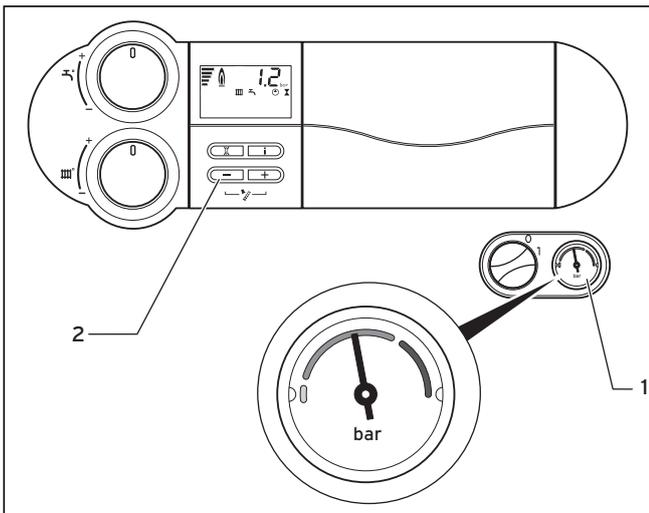

Abb. 6.2 Fülldruck der Heizungsanlage prüfen
Benutzen Sie zur Inbetriebnahme des Gerätes das Funktionsmenü, siehe Abb. 6.2.
Für einen einwandfreien Betrieb der Heizungsanlage muss das Manometer (1) bei kalter Anlage in der oberen Hälfte des grauen Bereichs stehen (s. Abb. 6.2). Dies entspricht einem Fülldruck zwischen 1,0 und 2,0 bar. Erstreckt sich die Heizungsanlage über mehrere Stockwerke, so können höhere Werte für den Wasserdruck der Anlage erforderlich sein (Vermeidung von Lufteintritt).